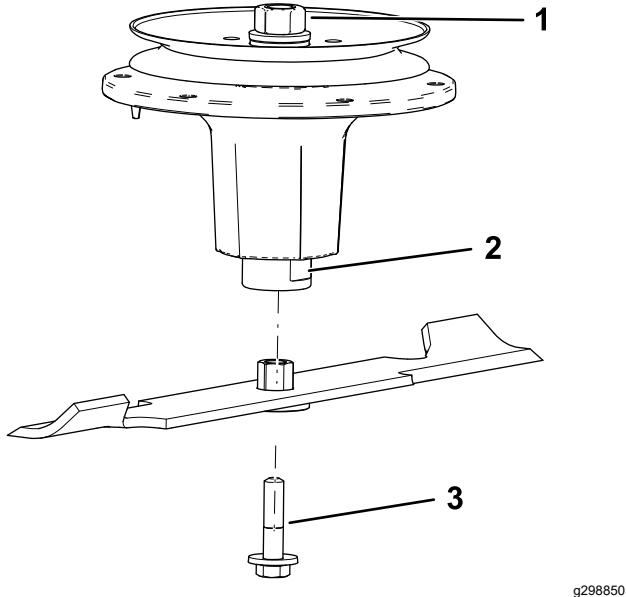

Bild 79
2. Montieren Sie die Buchsen-/Messerbaugruppe auf der Spindelwelle (Bild 79).